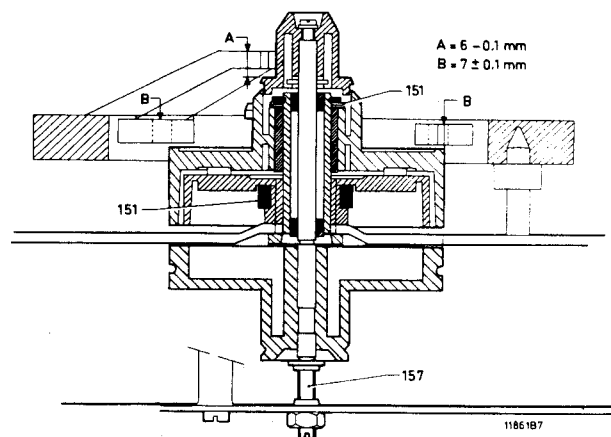

Fig. III-22
2.4.7. Spulentellerhöhe (siehe Abb. III-22)